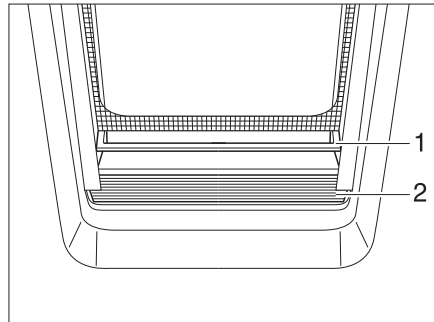

Bild 25 Faltverdunklung
- Die Faltverdunklung (Bild 25,2) in der Mitte der Griffleiste (Bild 25,1) fassen, von unten nach oben ziehen und auf der gewünschten Höhe loslassen. Die Faltverdunklung bleibt in dieser Höhe stehen.